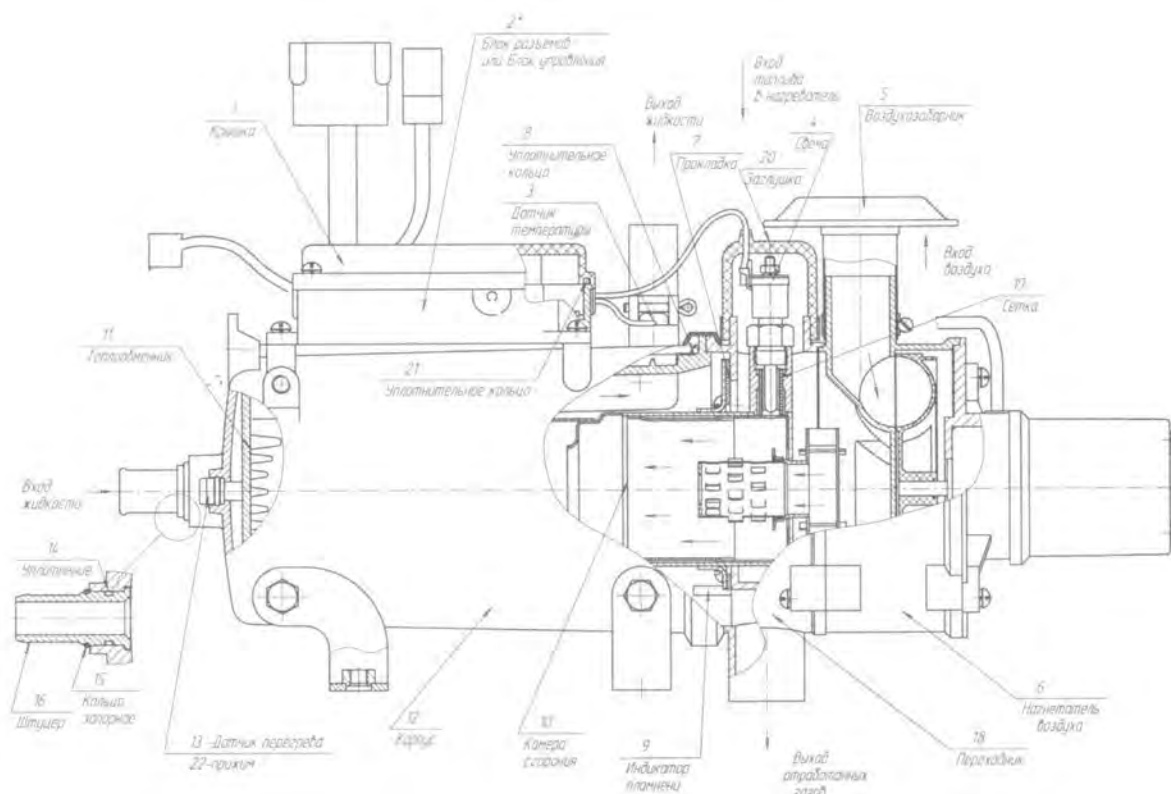

Рис. 220 Основные узлы нагревателя
3.2 Основные узлы нагревателя для изделий 14ТС-01 и 14ТС-10 изображены на Рис. 220. Обозначение и название узлов, входящих в нагреватель, смотри в Таблица 40.